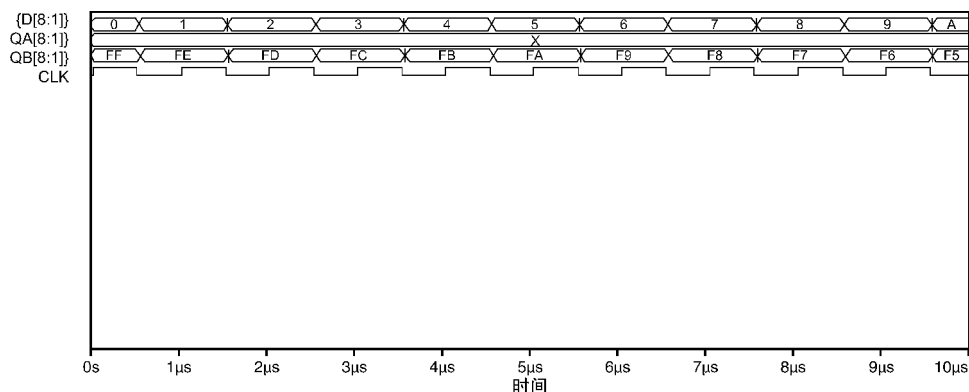

图 18.17 芯片 U2 各引脚高阻抗输出
19. 如图 18.17 所示，波形 QA [8-1] 显示为 X⊖，表明该信号为高阻抗三态输出。